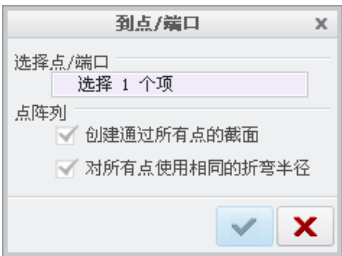

图 16.2.32 “到点/端口”对话框
Step5. 定义管道终点。在 **管道** 功能选项卡的 **布线** 区域中单击“至点/端口”按钮，系统弹出图 16.2.32 所示的“到点/端口”对话框，选取图 16.2.26 所示的基准坐标系 P4 为参考，